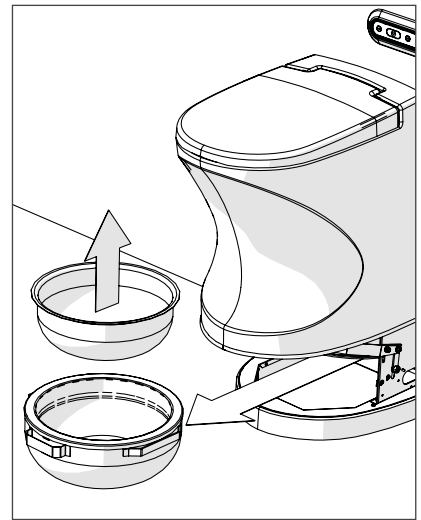

Bild 6
5. Dra ut askbehållaren. Ta ut insatsen ur behållaren och töm ur askan (bild 6).